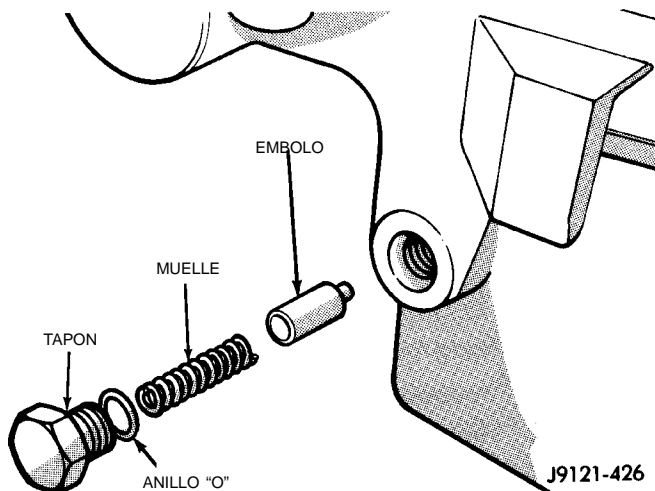

Fig. 82 Instalación del pasador de detenedor, muelle y tapón
(23) Instale el émbolo, muelle y tapón de detención en la caja (Fig. 82).